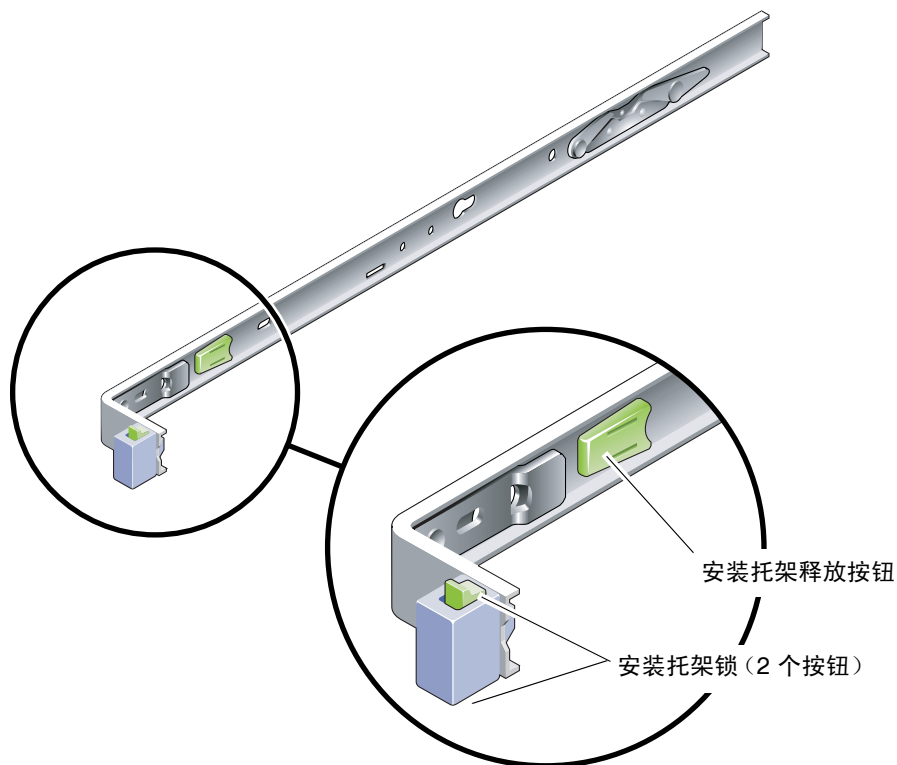

图 1-3 安装托架锁
- 每个服务器安装托架有两个锁（图 1-3）。使用锁可以将安装托架向前滑动。安装托架释放按钮则允许您从滑轨上拆除安装托架。此外，您可以在将安装托架推入滑轨时使用释放按钮。